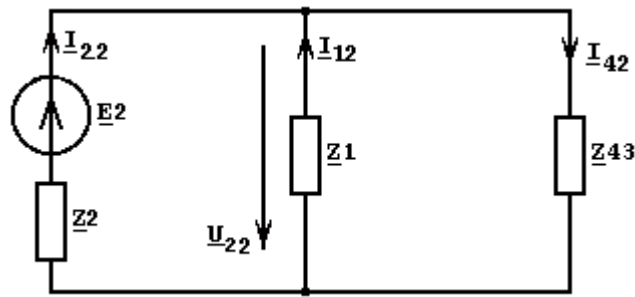

Рисунок 1.11
3.3.2. Для определения тока I_{22} изобразим эквивалентную схему цепи (рисунок 1.11)